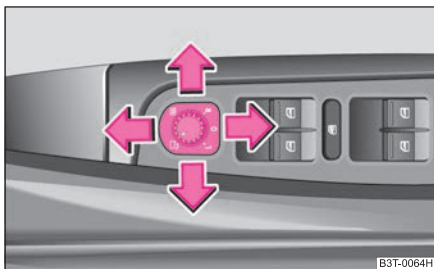

Abb. 61 Türinnenteil: Drehknopf
- Stellen Sie den Drehknopf in die Position  ⇒ Abb. 61.
Wenn der Drehknopf in Position **R** ⇒ Abb. 61 steht und der Rückwärtsgang eingelegt wird, kippt die Spiegelfläche etwas nach unten. Dadurch wird beim Einparken die Sicht zur Bordsteinkante ermöglicht.